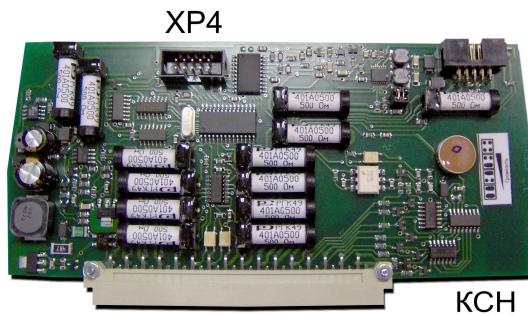

Рисунок 23 - Внешний вид KCH и разъема XP4
4) Подключить кабель связи к разъему XP4 KCH (рисунок 23).